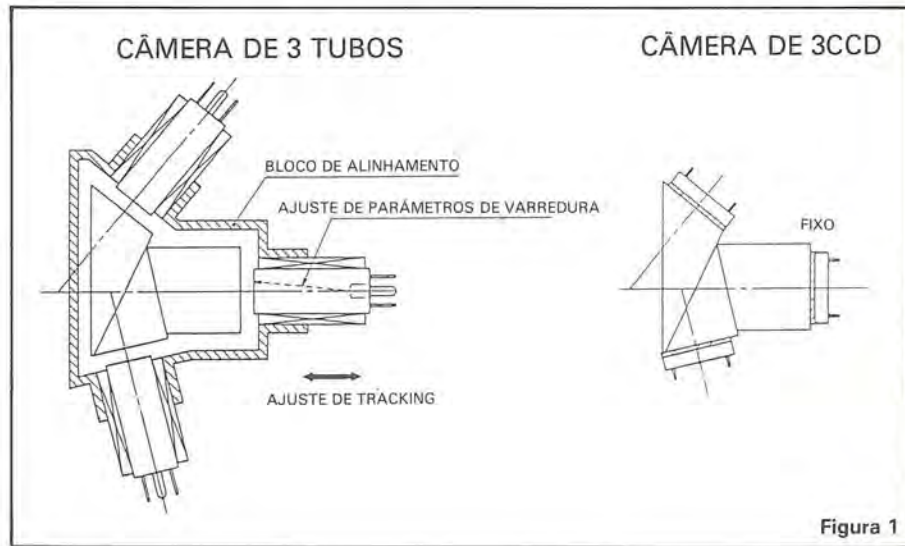

Figura 1
**Câmeras CCD** • A mais significativa diferença entre as tradicionais câmeras de tubos e as novas câmeras CCD reside no fato de que as câmeras CCD não dispõem dos meios para ajuste dos parâmetros de "tracking" e registro de que dispõem as câmeras de tubos. Um dos parâmetros mais significativos no projeto de lentes para câmeras CCD é o que se refere às aberrações cromáticas. Veja a figura 1 e a tabela 1.